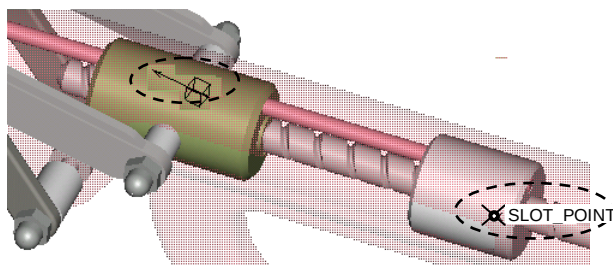
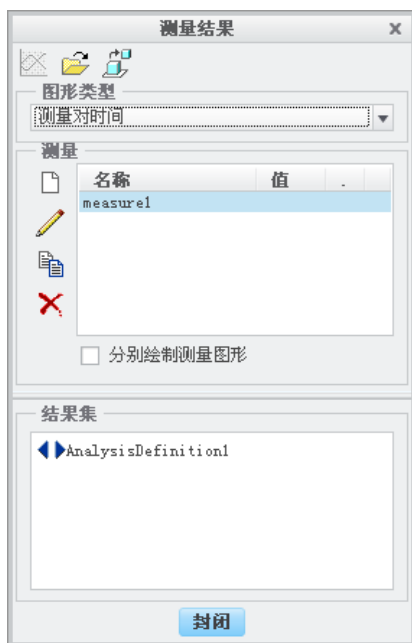
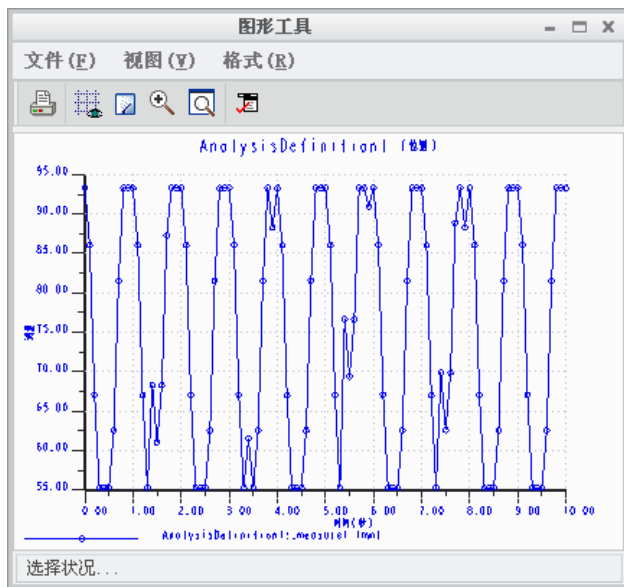

图 9.5.95 测量操作
图 9.5.98 “测量结果”对话框
图 9.5.99 测量的结果图
下面以图 9.5.95 所示的实例说明测量操作的一般过程。
① 输入测量名称，或采用默认名。
② 选择测量类型。在 **类型** 下拉列表中选择 **位置**。
③ 选取测量点（或运动轴）。在图 9.5.95 所示的模型中，查询选取零件反向块（REVERSE_BLOCK）上的点 SLOT_POINT。
④ 选取测量参考坐标系。本例采用默认的坐标系 WCS（注：如果选取一个连接轴作为测量目标，就无需参考坐标系）。
⑤ 选取测量的矢量方向。在 **分量** 下拉列表中选择 **Y分量**，此时在模型上可观察到一个很大的粉红色箭头指向坐标系的 Y 轴。
⑥ 选取评估方法。在 **评估方法** 下拉列表中选择 **每个时间步长**。
⑦ 单击“测量定义”对话框中的 **确定** 按钮，系统立即将 measure1 添加到“测量结果”对话框的列表中（图 9.5.98）。
① 选取测量名。在图 9.5.98 所示的“测量结果”对话框的列表中，选取 measure1。
② 选取运动结果名。在“测量结果”对话框的“结果集”中，选取运动分析 **AnalysisDefinition1**。
③ 绘制测量图形。在“测量结果”对话框的顶部单击  按钮，系统便开始测量，并绘制测量的结果图（如图 9.5.99 所示，该图反映在运动 **AnalysisDefinition1** 中，点 SLOT_POINT 的位置与时间的关系），此图形可打印或保存。